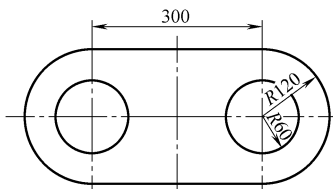

图 3-2
6. 在抗剪强度为 480MPa、厚度为 2mm 的不锈钢板上冲制图 3-2 所示工件, 试计算需多大冲裁力。